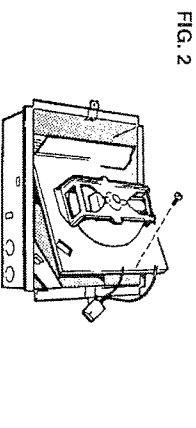

FIG. 2
1. Remove the retaining screw, unplug wiring harness and lift heater assembly from housing. (FIG. 2)
1. Saque el tornillo de retención, desenchufe el conjunto de cables preconfigurado y saque de la caja el conjunto del calentador. (FIG. 2)